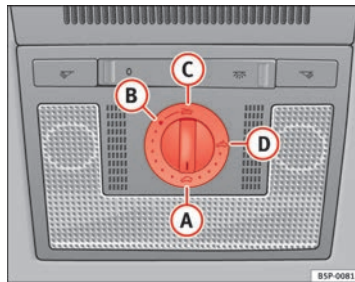

Abb. 70 Ausschnitt aus Dachhimmel: Drehschalter Schiebe-/Ausstelldach
- Drehen Sie den Drehschalter in Stellung **(A)** ⇒ Abb. 70 ⇒ ⚠.